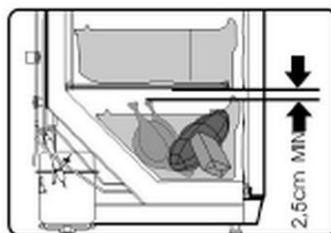

Fig. 6
4. Håll ett avstånd på minst 2,5 cm mellan produkten som ska frysas och skiljeväggen ovan (fig. 6).